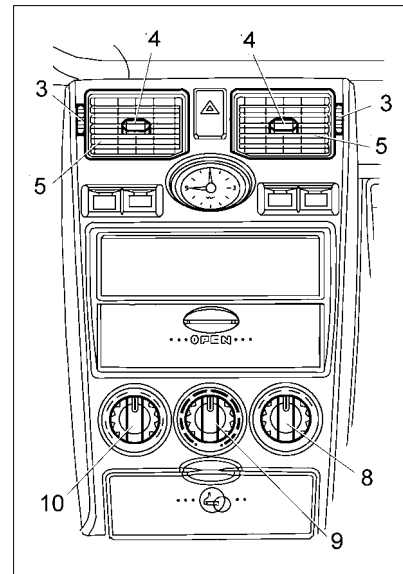

Рис. 40. Переключатели обогрева
8 – правый поворотный переключатель (рис. 40):
– регуляторами управления заслонками сопел 3 и ручками регулировки направления воздушного потока 4 (рис. 40) направить воздух в салон.
Для включения кондиционирования необходимо нажать на клавишу 6 (рис. 40а), при этом загорается контрольный индикатор, встроенный в клавишу переключателя.
- 1 – центральные сопла вентиляции (рис. 40а);
**Рис. 40а. Органы управления**
Направление потока воздуха регулируется ручками 3 (рис. 40а) направляющих лопаток центральных сопел путем изменения положения заслонок вверх или вниз, а регуляторами 2 управления заслонками сопел поток воздуха открывается или переключается полностью.
В зависимости от положения температурного переключателя 9 (рис. 40а) через сопла вентиляции обеспечивается поступление в салон холодного или подогретого воздуха. Для увеличения притока свежего воздуха рекомендуется включить электровентилятор отопителя ручкой 5 управления скоростью потока воздуха и установить ручку 7 управления направлением потока воздуха в положение  – «вентиляция салона».